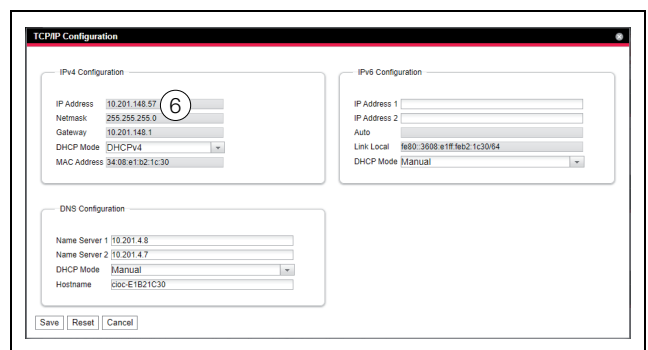

Abb. 95: Anpassen der TCP/IP-Einstellungen
- Ändern Sie im Fenster **TCP/IP Configuration** im Gruppenrahmen **IPv4 Configuration** die IP-Adresse des Geräts auf eine im Netzwerk erlaubte Adresse ab (Abb. 95, Pos. 6).